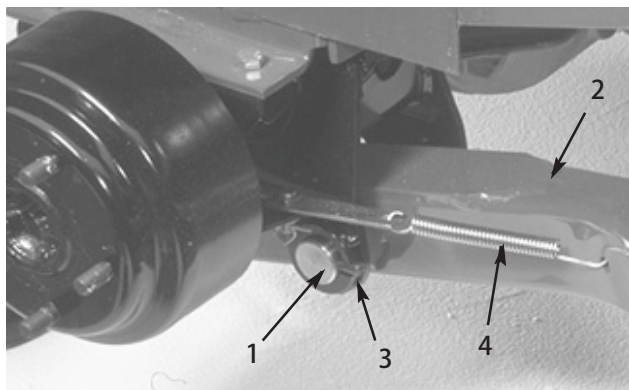

図 2
4. ピボット・ピン 1 本、コッター・ピン 1 本を使って、ピボット・ブラケットに昇降アームを取り付ける (図2)。昇降アームは、端部の曲線部分が外向きになるように取り付ける。
6. ブレーキ・リターン・スプリングを昇降アームの穴に引っ掛ける (図2)。